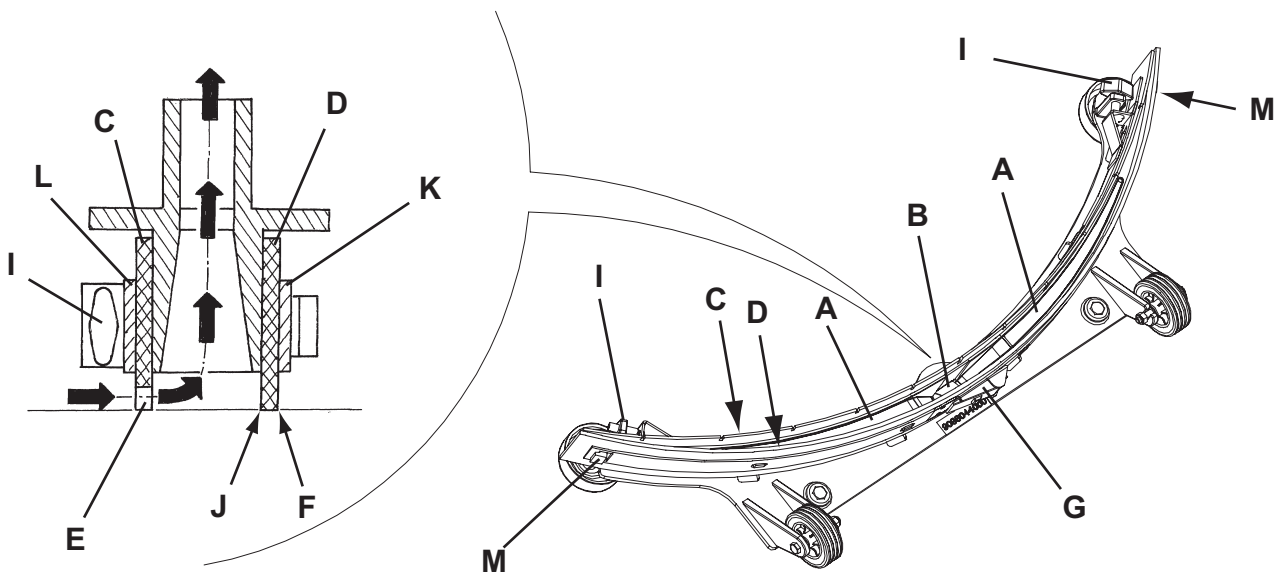

Abbildung 6
3. Sauglippe (21) mit dem Hebel (7) absenken.
4. Sterngriffe (22) lösen und Sauglippe (21) abnehmen.
5. Ansaugrohr (10) von der Sauglippe abnehmen.
6. Die Sauglippe (Abb. 6) waschen und reinigen. Besonders den Schmutz und Abfälle von den Förderöffnungen (A) und der Ansaugöffnung (B) beseitigen. Überprüfen, ob der vordere (C) und der hintere Gummi (D) unversehrt sind und keine Schnitte oder Risse aufweisen, gegebenenfalls austauschen (siehe nachstehender Absatz).
1. Die Sauglippe (Abb. 6) reinigen, und dabei wie angegeben im vorhergehenden Abschnitt vorgehen.
2. Überprüfen, ob die Fugenkante (E) des vorderen (C) und die Fugenkante (F) des hinteren Gummis (D) gleichzeitig in ihrer gesamten Länge auf dem Fußboden aufsitzen. Andernfalls Höhe wie folgt einstellen:
- Zugstange (G) entfernen, Haltevorrichtungen (M) lösen und hinteren Gummi (D) einstellen. Haltevorrichtungen einrasten und Zugstange einbauen.
- Sterngriffe (I) lösen und vorderen Gummi (C) einstellen. Sterngriffe wieder festdrehen.
3. Überprüfen, ob der vordere (C) und der hintere Gummi (D) unversehrt sind und keine Schnitten oder Risse aufweisen, gegebenenfalls wie folgt austauschen. Überprüfen, ob die Vorderkante (J) des hinteren Gummis verschlissen ist. Gegebenenfalls Gummi umdrehen und eine der drei unversehrten Kanten als Vorderkante verwenden. Wenn auch die anderen drei Kanten abgenutzt sind, das Gummi wie folgt ersetzen:
- Den Zugstab (G) entfernen, die Befestiger (M) lösen und den Sperrstreifen (K) entfernen, schließlich das Hintergummi (D) ersetzen/umkehren.
- Sterngriffe (I) aufdrehen, Haltestreifen (L) abnehmen und vorderen Gummi (C) austauschen.